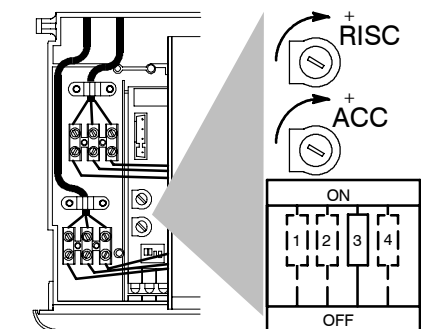

fig. 7.6
- 7 Verificare che l'accensione del bruciatore avvenga in modo uniforme ed eventualmente tarare il livello dell'accensione. Per tarare l'accensione spostare il micro selettore "3" fig. 7.6 in posizione OFF ed agire sul potenziometro "ACC" con un cacciavite appropriato fino a ottenere un'accensione corretta (consultare la tab. 7.3). Ad operazione terminata riposizionare il micro selettore "3" in posizione ON.